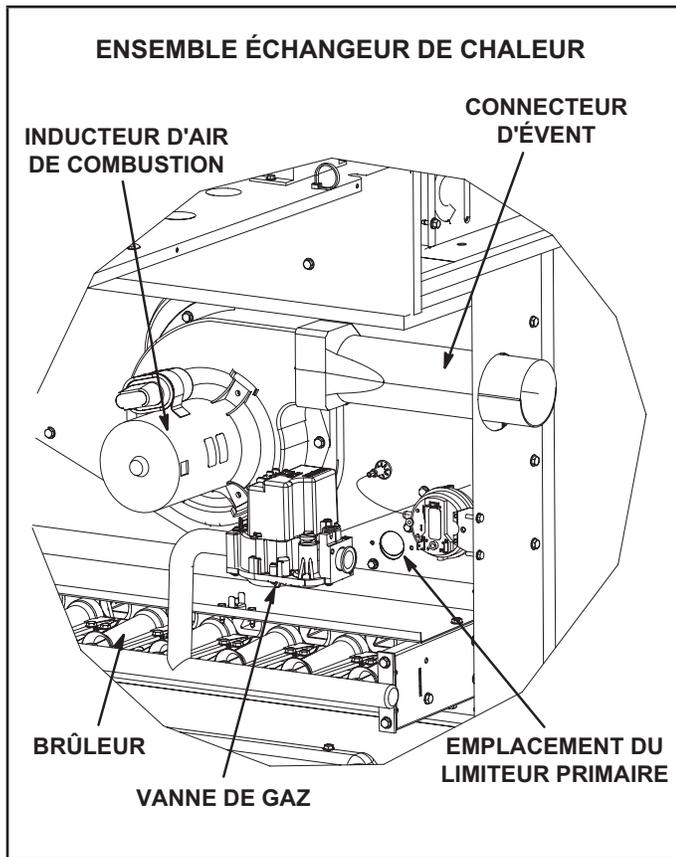

FIGURE 29
Les limiteurs sont réglés en usine et ne sont pas ajustables. Le limiteur primaire est situé à droite de l'inducteur d'air de combustion. Reportez-vous à la FIGURE 29.
- 3 - Retirez et conservez les vis fixant l'inducteur d'air de combustion sur la boîte à fumée. Retirez le connecteur d'évent. Reportez-vous à la FIGURE 29.